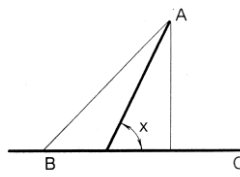

Рис. 5.3
5.3. Центральна садиба господарства A (рис.5.3) розташована на відстані 50 км від райцентру B і на відстані 30 км від магістралі, що проходить через райцентр. Під яким кутом до магістралі x слід провести під'їзний шлях з A , щоб вартість доставки вантажу з A в B і з B в A була найнижчою, якщо вартість перевезень по кілометровому відрізку магістралі буде коштувати господарству в 2 рази дешевше, ніж по 1 км під'їзного шляху.
5.4. Центральна садиба господарства A (рис.5.3) розташована на відстані 50 км від райцентру B і на відстані 30 км від магістралі, що з'єднує райцентр з елеватором C , розташованим на відстані 100 км від райцентру. Визначити, яким повинен бути кут примикання x під'їзного шляху до магістралі, щоб сумарний річний пробіг автомобілів з A в B і C був якомога менше, якщо відомо, що рух між A і B буде в 2 рази інтенсивнішим, ніж між A і C .